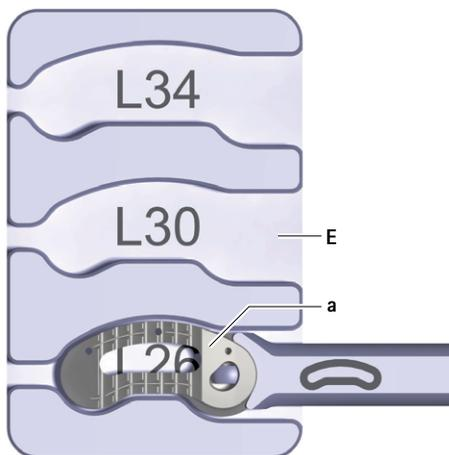

Fig. 9 Implante no suporte de enchimento
- ▶ Colocar o implante **a** no suporte de enchimento **E**, ver Fig. 9. Ter em atenção o comprimento do implante (inscrição no suporte de enchimento: L26/L30/L34).